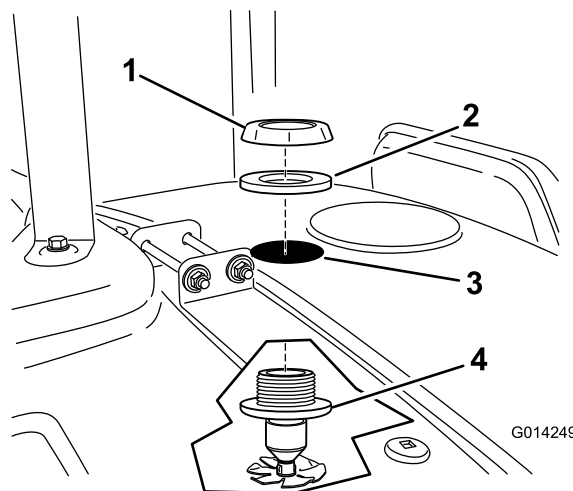

图17
6. 将喷嘴组件向上穿过刚才钻的孔（图17）。
7. 将垫片和塑料凸缘螺母拧在药缸顶部隔板外露的螺纹上（图17）。确保密封件正确固定在塑料螺母和药缸表面之间。